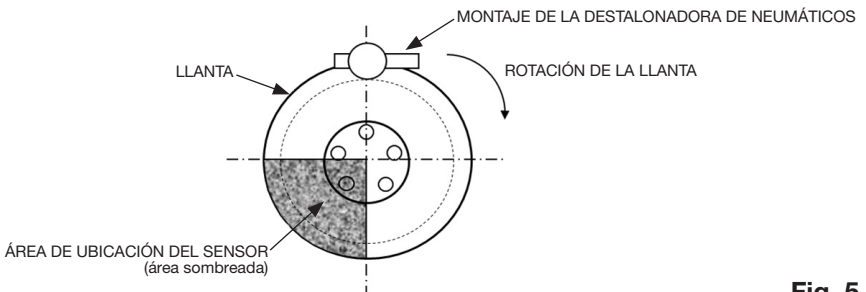

Fig. 5
1. Luego de configurar la ubicación de la llanta, coloque el neumático en la destalonadora de modo que el sensor TPMS quede ubicado en ese lugar, como se muestra a continuación. (ver Fig. 5)